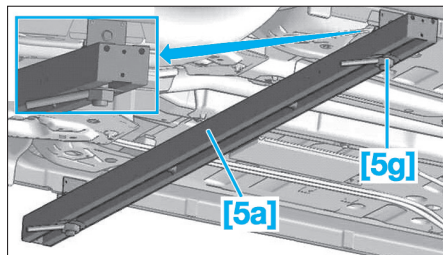

Fig. 7
- De chaque côté, les pinces [5g] de l'outil [5] sur le bas de caisse du véhicule (Fig.7)